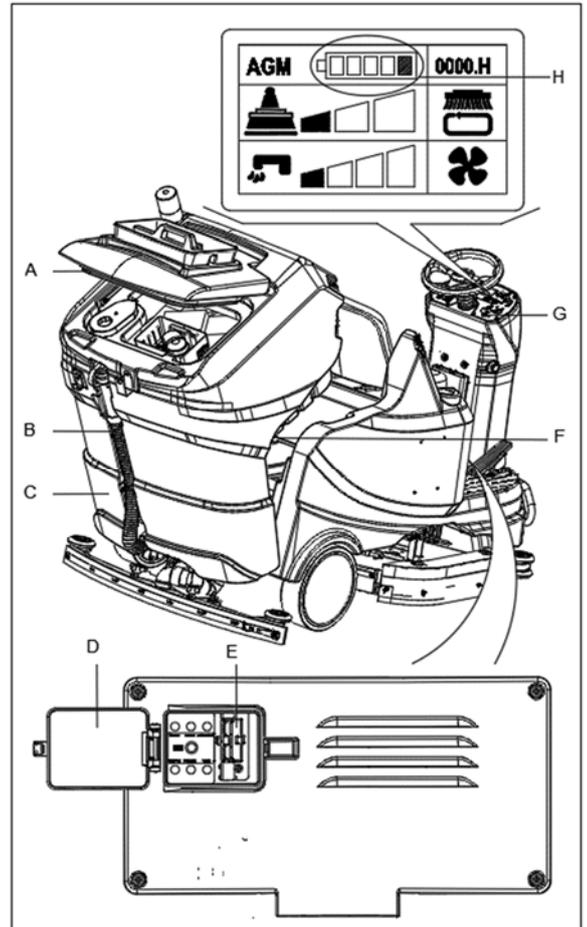

图 16
1. 打开污水箱盖 (A, 图16)，检查污水箱 (C) 是不是空的，如果不是空的则通过放污管 (B) 排空。
3. 旋转钥匙开关 (G, 图16) 到档位“0”。
5. 打开位于座椅底下的保护盖 (D, 图16)，连接充电器接头与机器充电接头 (E, 图 16)。充电器电压和频率需与电池匹配。当插入充电接头后，机器的其它功能将关闭。
9. 启动机器，观察面板显示电池电量状态 (H, 图16)。